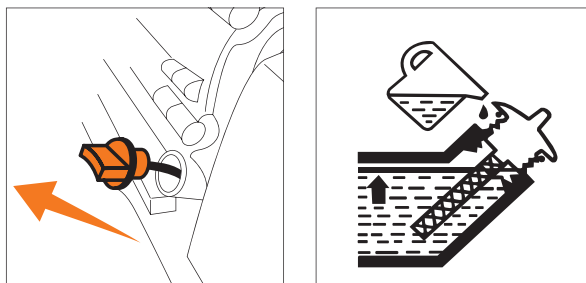

Рис. 14
- Разместите под двигателем подходящую емкость для сбора масла, затем снимите крышку/щуп (Рис. 14).